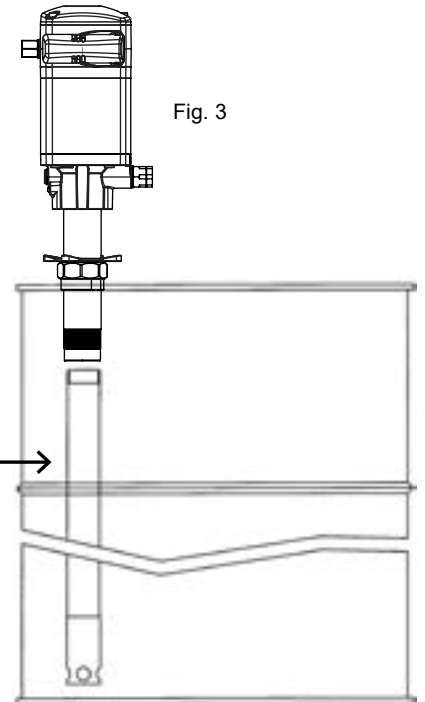

Fig. 3
- Montaje ajustable sobre bidón o cisterna con adaptador 360001. Rosque a la bomba el tubo prolongador correspondiente (ver Fig. 3). Rosque la tuerca del adaptador ajustable a la tapa del bidón/cisterna. Inserte el tubo por la tuerca y fíjelo con la estrella a la altura deseada.